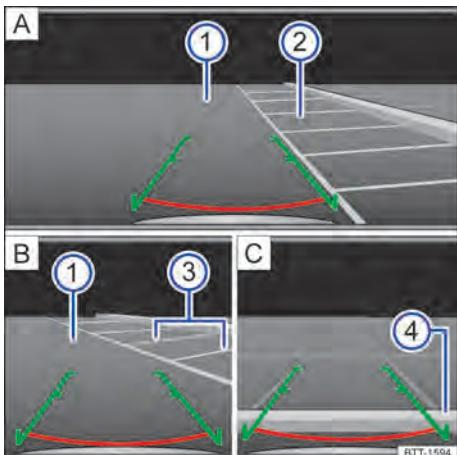

Fig. 111 Exibição do display do sistema Infotainment: estacionar com a câmera de marcha a ré.
Legenda para Fig. 111:
- Posicionar o veículo antes da vaga de estacionamento → Fig. 111 (2).